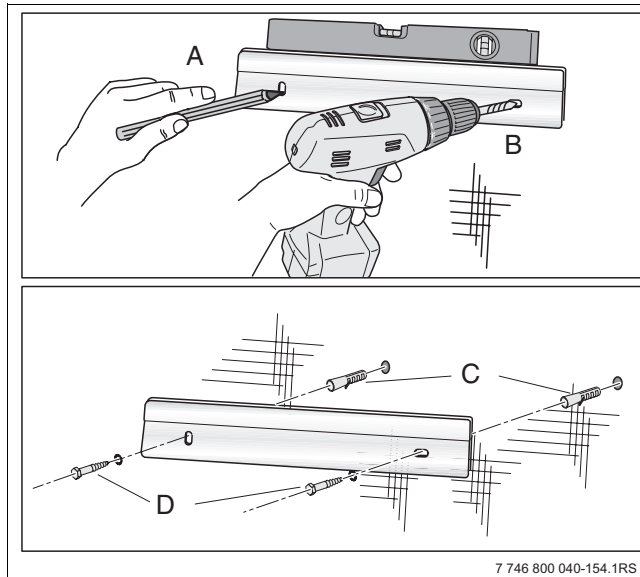

Fig. 14 Montaggio del supporto a parete
- ▶ Sollevare l'accumulatore-produttore di acqua calda dal lato anteriore e dal lato inferiore e agganciarlo al supporto a parete a destra accanto alla caldaia. Sul supporto a parete (→ fig. 14) si trovano delle tacche di riferimento.